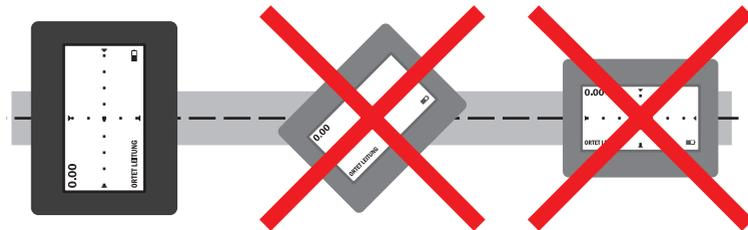

Abb. 38: Ortungsmethode **MAX PLUS (LEITUNG)** – Korrekt über der Leitung ausgerichteter Empfänger (links)
5. Für die Bestimmung der Tiefe muss der Empfänger korrekt ausgerichtet sein (Abb. 38). Drehen Sie den Empfänger so, dass das Display quer zur Leitung ausgerichtet ist. Überprüfen Sie die Ausrichtung auch, wenn die Anweisung **RICHTE AUS** nicht im Anweisungsfeld erscheint.